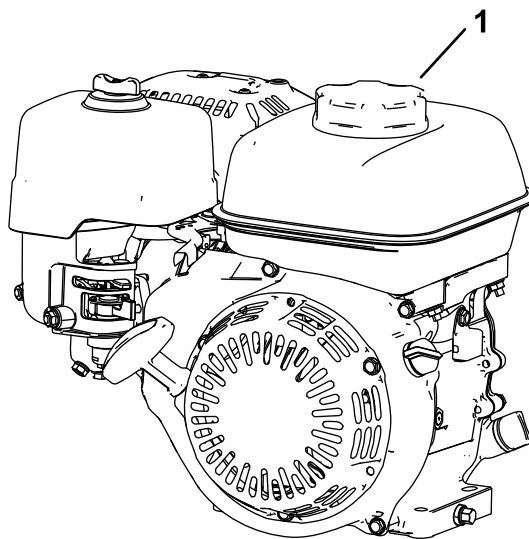

Figura 17
1. Limpie la zona alrededor del tapón del depósito de combustible y retire el tapón del depósito (Figura 17). Llene el depósito de combustible hasta la parte inferior del orificio del cuello del depósito; consulte el *Manual del operador* del motor.